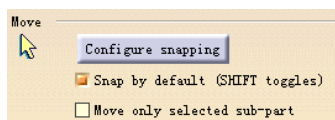

图 6-76
(2) Move (移动) 选项组 (如图 6-76 所示)